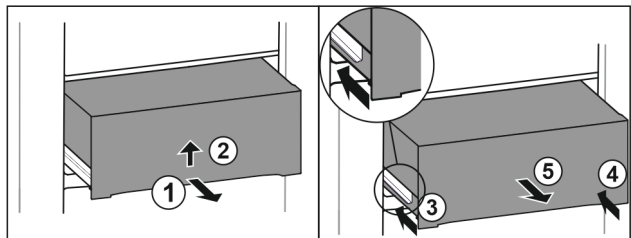

Fig. 33
- ▶ Вытяните выдвижной ящик наполовину. Fig. 33 (1)